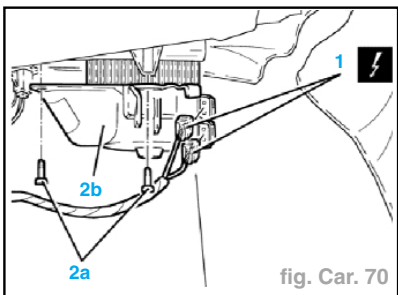

fig. Car. 70
- Dévisser les vis (2a) et déposer le ventilateur de conditionneur complet (2b) (fig. Car. 70).